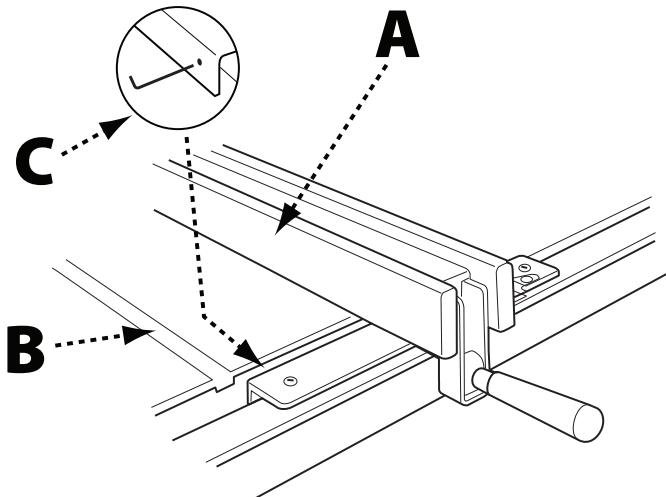

FIGURA 36
2. Si la parte frontal de la guía (A), Figura 36, no está paralela a la ranura del inglete (B), eleve la palanca de sujeción y levante la guía, luego colóquela sobre la mesa de la sierra.
3. Ajuste uno o ambos tornillos de fijación (C) 1/4 de vuelta o menos.